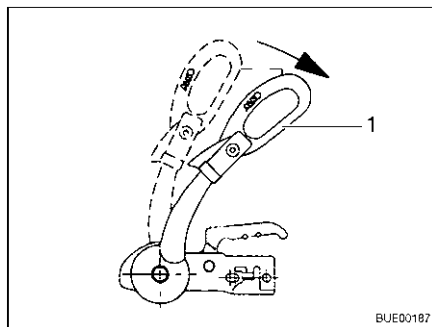

Fig. 176 Maniglia di stabilizzazione
- Aprire la maniglia di stabilizzazione (Fig. 176,1).